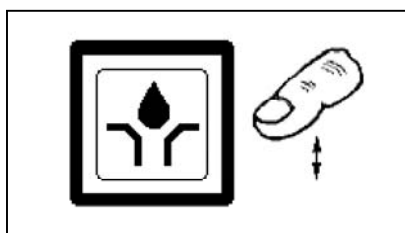

Рис.19 Кнопка дополнительной смазки
- Включить посредством кнопки (Рис.19). Время включения 2 секунды.